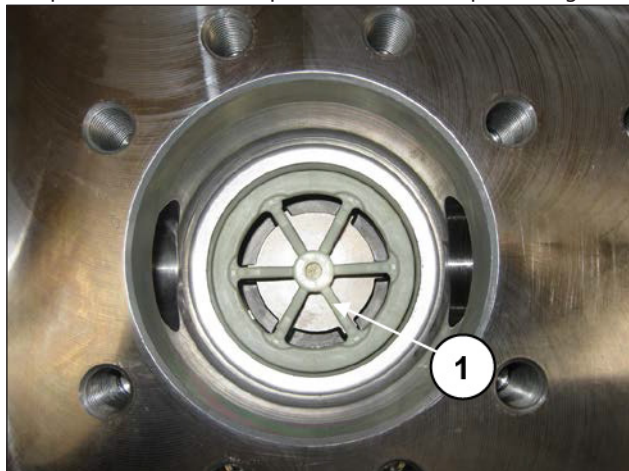

Fig. 183
Il gruppo valvola completo deve essere inserito completamente a fondo e presentarsi come in pos. ①, Fig. 183.